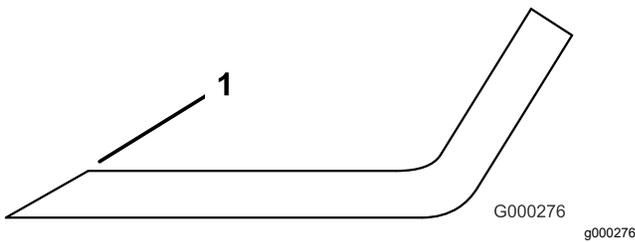

Bild 27
4. Prüfen Sie die Schnittkanten aller Messer und schärfen die Kanten, wenn sie stumpf sind oder Kerben haben (**Bild 27**).
Hinweis: Schärfen Sie nur die Oberseite der Schnittkante und behalten Sie den ursprünglichen Schnittwinkel bei, um die Schärfe des Messers zu gewährleisten (**Bild 27**). Das Schnittmesser bleibt ausgewuchtet, wenn von beiden Schnittkanten die gleiche Materialmenge entfernt wird.